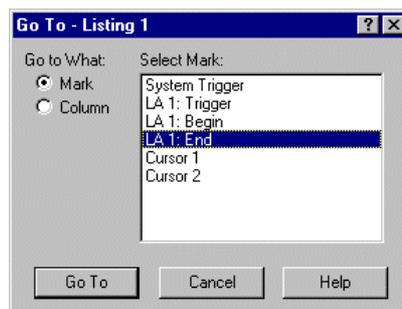

図 3-46 : <Go To>ダイアログ・ボックス
6. 最後のデータを表示するために、ツールバーの<Goto>ボタンをクリックし、<Go To>ダイアログ・ボックスの[Select Mark:]リスト・ボックスに[LA 1: End]を選択し、<Goto>ボタンをクリックします (図 3-46)。